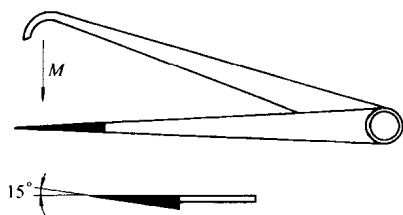

图 1-16 划卡
**答** 划卡的形状如图 1-16 所示。夹角磨成约  $15^\circ$ ，尖脚部分的合金头内侧，应和卡脚内侧成一个平面（图 1-16 中  $M$  向），外侧磨成圆弧形，两只脚尖应基本平齐。划卡的长度大约在  $100 \sim 500\text{mm}$  之间。划卡一般用于毛坯划线，一些大中型工件不宜夹持在夹具上或不能放置在平